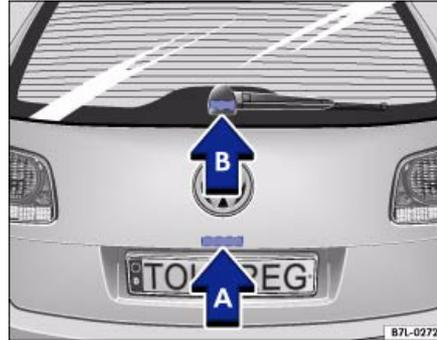

Abb. 36 Heckklappe: Entriegelung der Heckklappe (A) und der Heckscheibe (B)
- Heben Sie die entriegelte Heckklappe an der Taste ⇒ Abb. 36 (A) an ⇒ .